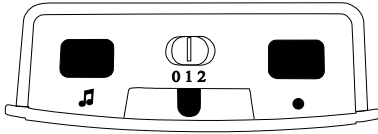

Abbildung 2: »signalux« Oberseite
Mit Hilfe des Signalwahl-Schiebeschalters (in Abb.2 „0 1 2“) können Sie die Art der Signalisierung wählen.
- Halten Sie die Taste »•« (Abb. 2) lange gedrückt. Die Symbole leuchten nacheinander auf. Lassen Sie die Taste los, sobald das gewünschte Symbol aufleuchtet.